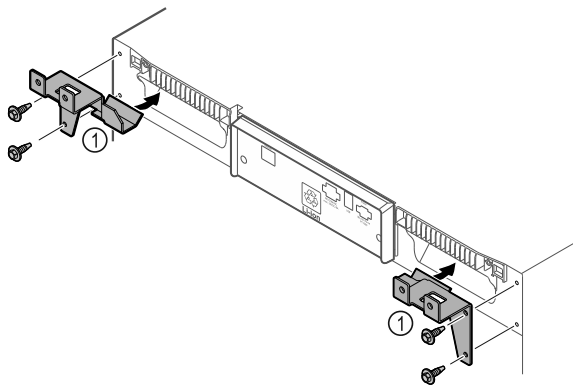

Fig. 10
- ▶ Monter festedelene Fig. 10 (1) på apparatet med de vedlagte skruene.